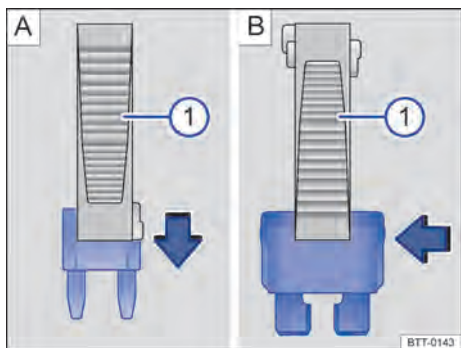

Fig. 164 Remover ou instalar um fusível com a garra da pinça de plástico ❶.
- Se necessário, retirar a pinça de plástico → Fig. 164 ❶ do suporte. O suporte se encontra na parte traseira da caixa de fusíveis perto da tomada de conexão para diagnóstico.
- Em caso de *fusíveis pequenos*, encaixar a garra ❶ por cima → Fig. 164 A.
- Em caso de *fusíveis maiores*, empurrar a garra ❶ lateralmente sobre o fusível → Fig. 164 B.
- Caso o fusível esteja queimado, substituir o fusível por um novo da *mesma* intensidade de corrente (mesma cor e inscrição) e do *mesmo* tamanho → ❶.